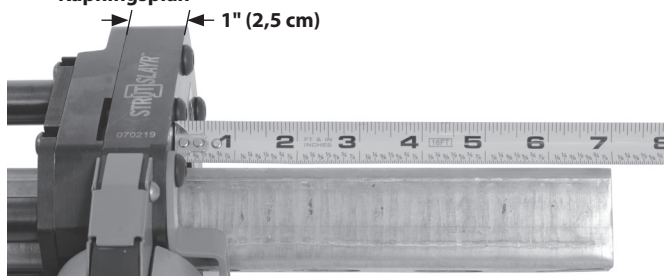

Bild 6B – Mäta profil längd
- Lägg till 1" (25 mm) på måttet mellan sidoplattan och profiländen (bild 6B).